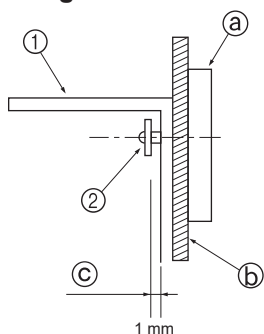

Fig. 3-4
- Pour commencer, fixer l'applique sur le mur et serrer les vis de telle façon à ce que l'applique puisse glisser vers le haut et vers le bas. (Fig. 3-4)
- ① Applique anti-basculé
- ② Vis à tôle
- ③ Frise
- ④ Matériel mural
- ⑤ Espace d'environ 1 mm